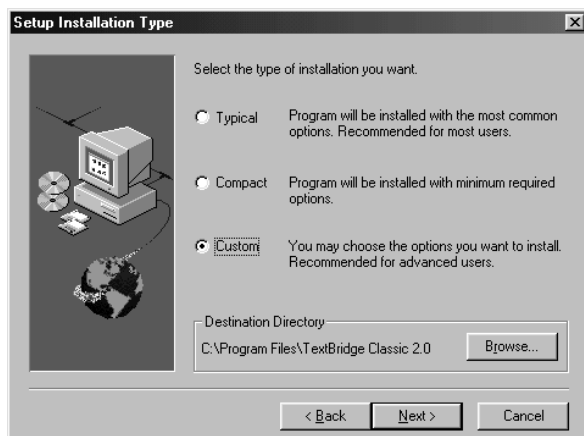

Figura 29: selezione del tipo di installazione
- Fare clic su 'Sì' (Yes) per accettare le condizioni e proseguire con l'installazione. Apparirà una finestra come quella riportata in Figura 29.
- Selezionare la modalità di installazione 'Personalizzata' (Custom, Figura 29), in modo da visualizzare un tondino nella casella.